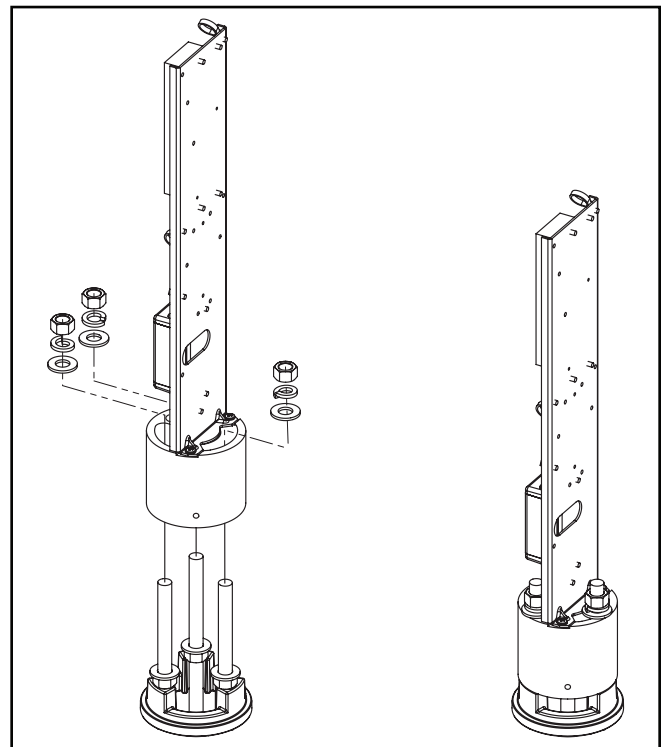

Figura 3.
10. Una vez que la unidad del controlador de base esté en posición, añada (1) arandela, (1) arandela de bloqueo y, (1) tuerca por perno de anclaje, y ajuste los pernos hasta 30 pie-lb (41 N-M). (Figura 3.)